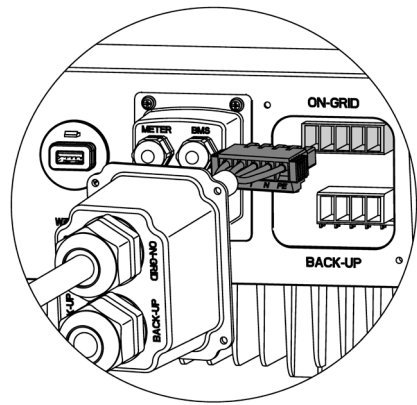

Fig. 53. Conexión AC ON-GRID.
7. Conectar el conector AC ON-GRID al terminal AC ON-GRID del inversor, tal como se muestra en la siguiente Fig. 53.